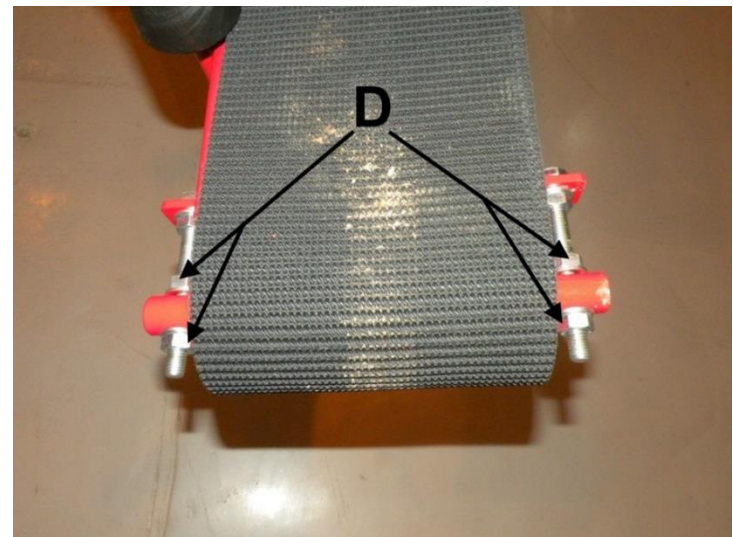

Bild 29
9. Vänd transportören tillbaka till driftläge och dra åt bandet och justera bandet med justermutter D (Bild 29).